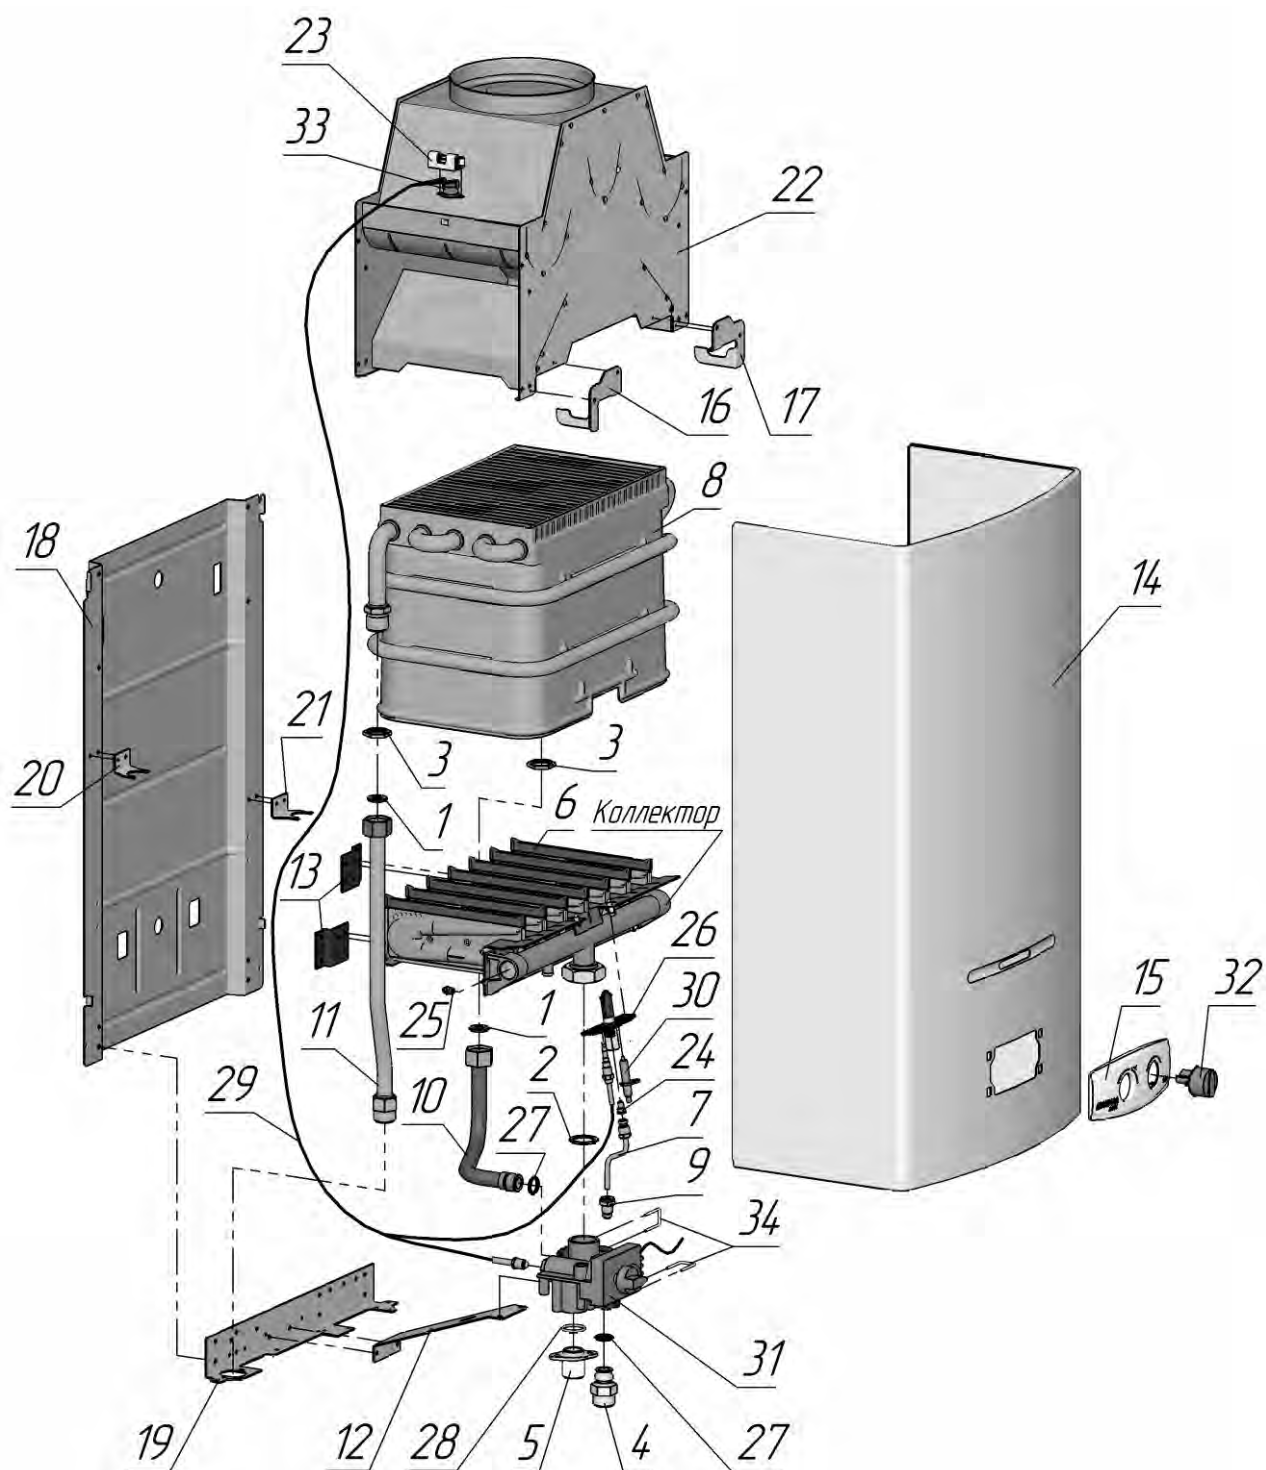

Рисунок 15. Вид аппарата в разобранном состоянии
Вид аппарата в разобранном состоянии приведен в разделе 10 данного руководства (рис. 15).
4.4.1 Для чистки основной горелки требуется выполнить ее демонтаж, для чего необходимо (см. рис. 15):
4.4.2 Для чистки основной горелки необходимо (см. рис. 15):
4.4.3 Для чистки запальной горелки требуется выполнить ее демонтаж, для чего необходимо (см. рис. 15):
4.4.4 Для чистки запальной горелки необходимо (см. рис. 15) тщательно промыть внутреннюю полость запальной горелки 26 сначала мыльным раствором, затем проточной водой и просушить.
4.5.2 Перед чисткой требуется выполнить демонтаж теплообменника, для чего необходимо (см. рис. 15):